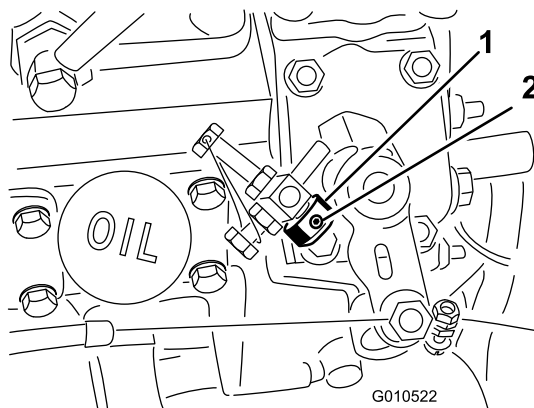

Figura 7
1. Allentate la vite di fermo sul fermo acceleratore (Figura 7).
2. Infilate il fermo acceleratore all'interno della vite d'arresto della minima superiore (Figura 7). Accertate che l'estremità smussata del fermo acceleratore sia posizionata verso l'esterno.